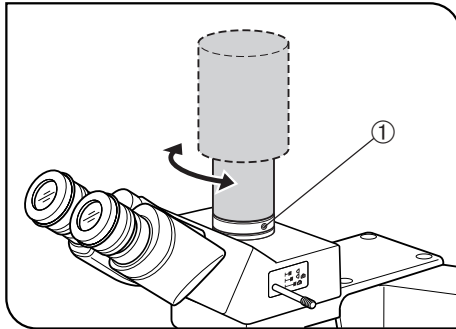

Fig. 5
(Fig. 5 e 6)
1. Se non si utilizza l'adattatore TV con lente di ingrandimento: allentare la vite di fermo ① del tubo trioculare diritto, ruotare la macchina e serrare di nuovo la vite di fermo ① (Fig. 5).